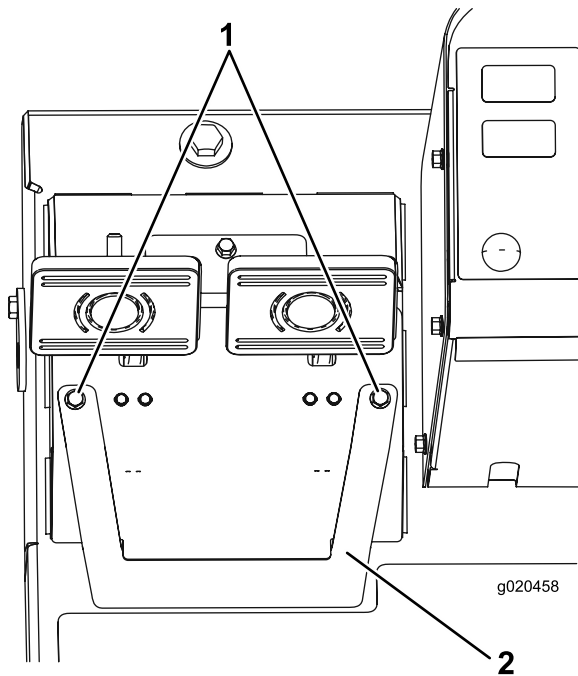

Bild 69
- A. Lösen Sie die zwei Befestigungsschrauben und nehmen die Bremseinstellabdeckung ab (Bild 69).